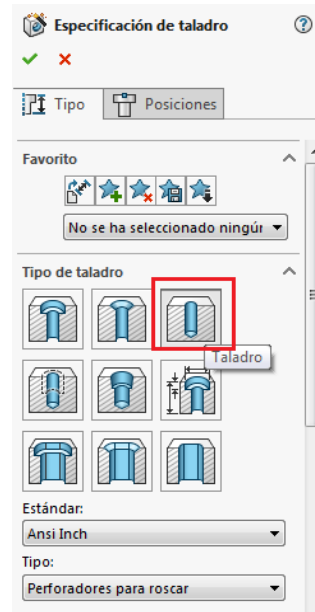
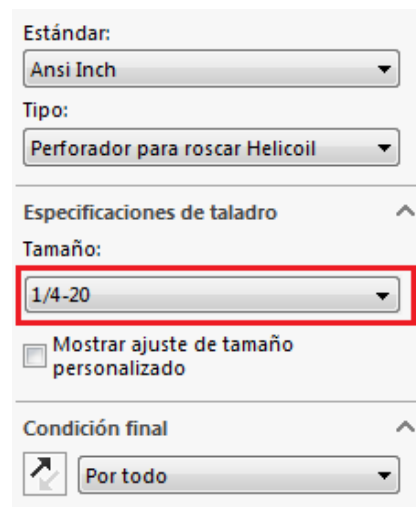

Ilustración 83
Ilustración 84
Paso 2: Se selecciona la operación **Asistente para Taladro**  ubicado en la pestaña de operaciones, aparece el menú de operación ubicado en la parte izquierda de la pantalla en donde se elige la opción **Tipo de Taladro**, en este caso se selecciona **Ansi inch** y **Perforadores para rosca Helicoil** (ver ilustración 83). También se elige el ancho del taladro y el tipo de este, en este caso se elige un $\frac{1}{4}$ -20 y la opción **Por todo** (ver ilustración 84).